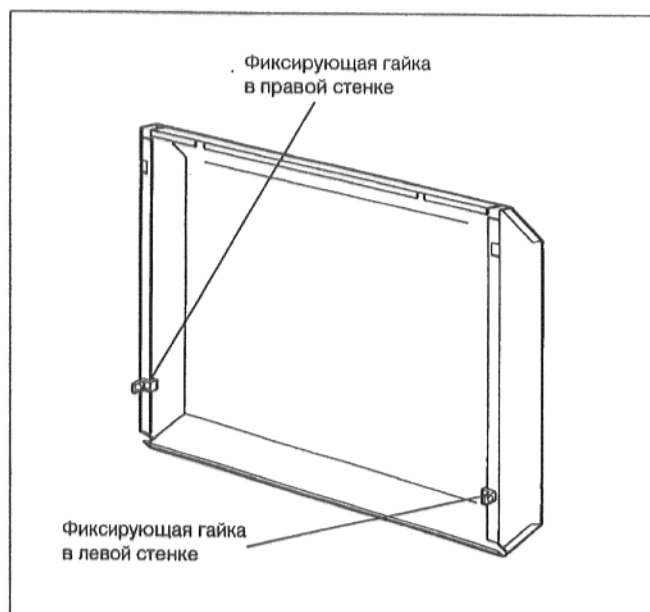

рис. 20
- Вставить фиксирующую гайку в соответствии с рис. 20 в отверстие боковой стенки.